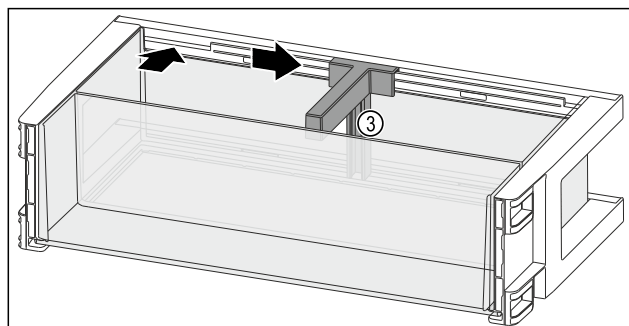

Fig. 136
- Inserire il fermabottiglie Fig. 136 (3) nell'incavo.
- Fare scorrere il fermabottiglie Fig. 136 (3) lateralmente alla posizione desiderata.